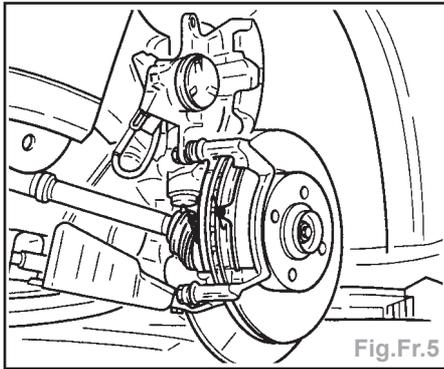

Fig.Fr.5
- Basculer le boîtier d'étrier de frein vers le haut (Fig.Fr.5).